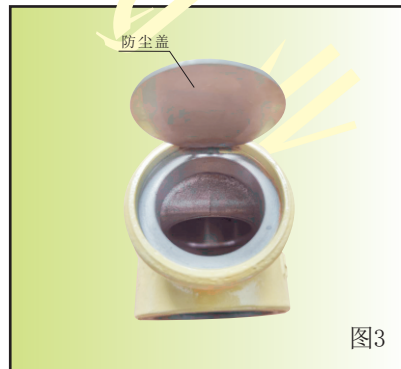

图3
- ①出口加防尘盖，防止水泥粉在有湿度的空气里凝结，粘住阀瓣【图3】